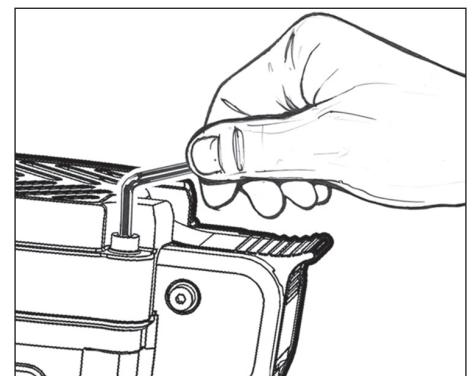

Figura 3
- Quite la tapa y el filtro de aire. Desatornille los cuatro tornillos de sombrerete de cabeza hueca (vea la Figura 3).